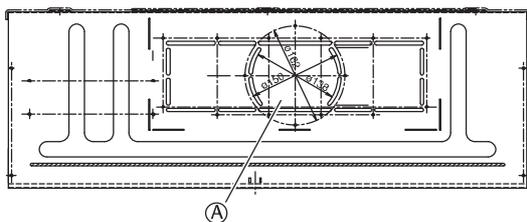

Fig. 3-21
- (4) Si le système nécessite que de l'air frais soit admis dans l'unité, découper et enlever l'isolant (à l'extérieur et à l'intérieur) à l'endroit indiqué sur (A) dans la Fig. 3-21.